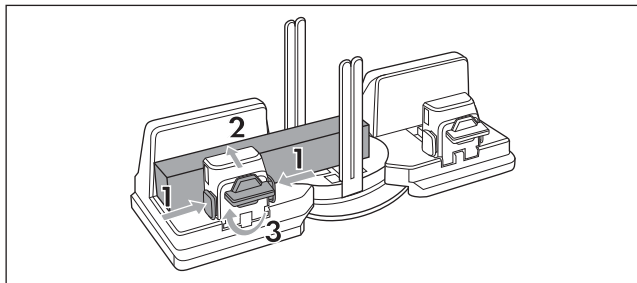

Abb. 6
- ◆ Legen Sie das Holzwerkstück zwischen die Haltebacke **3** und der Spannklemme **2**. Achten Sie darauf, dass das Holzwerkstück an den Führungsstäben **7** vorbei geführt ist (siehe Abb. 6).
- ◆ Halten Sie die Freigabeknöpfe **4** gedrückt und verschieben Sie die Spannklemme **2** zum Holzwerkstück. Lassen Sie die Freigabeknöpfe **4** los, wenn das Holzwerkstück eingespannt ist (siehe Abb. 6).
- ◆ Drehen Sie den Feststellknopf **5** im Uhrzeigersinn, um das Holzwerkstück zu fixieren (siehe Abb. 6).